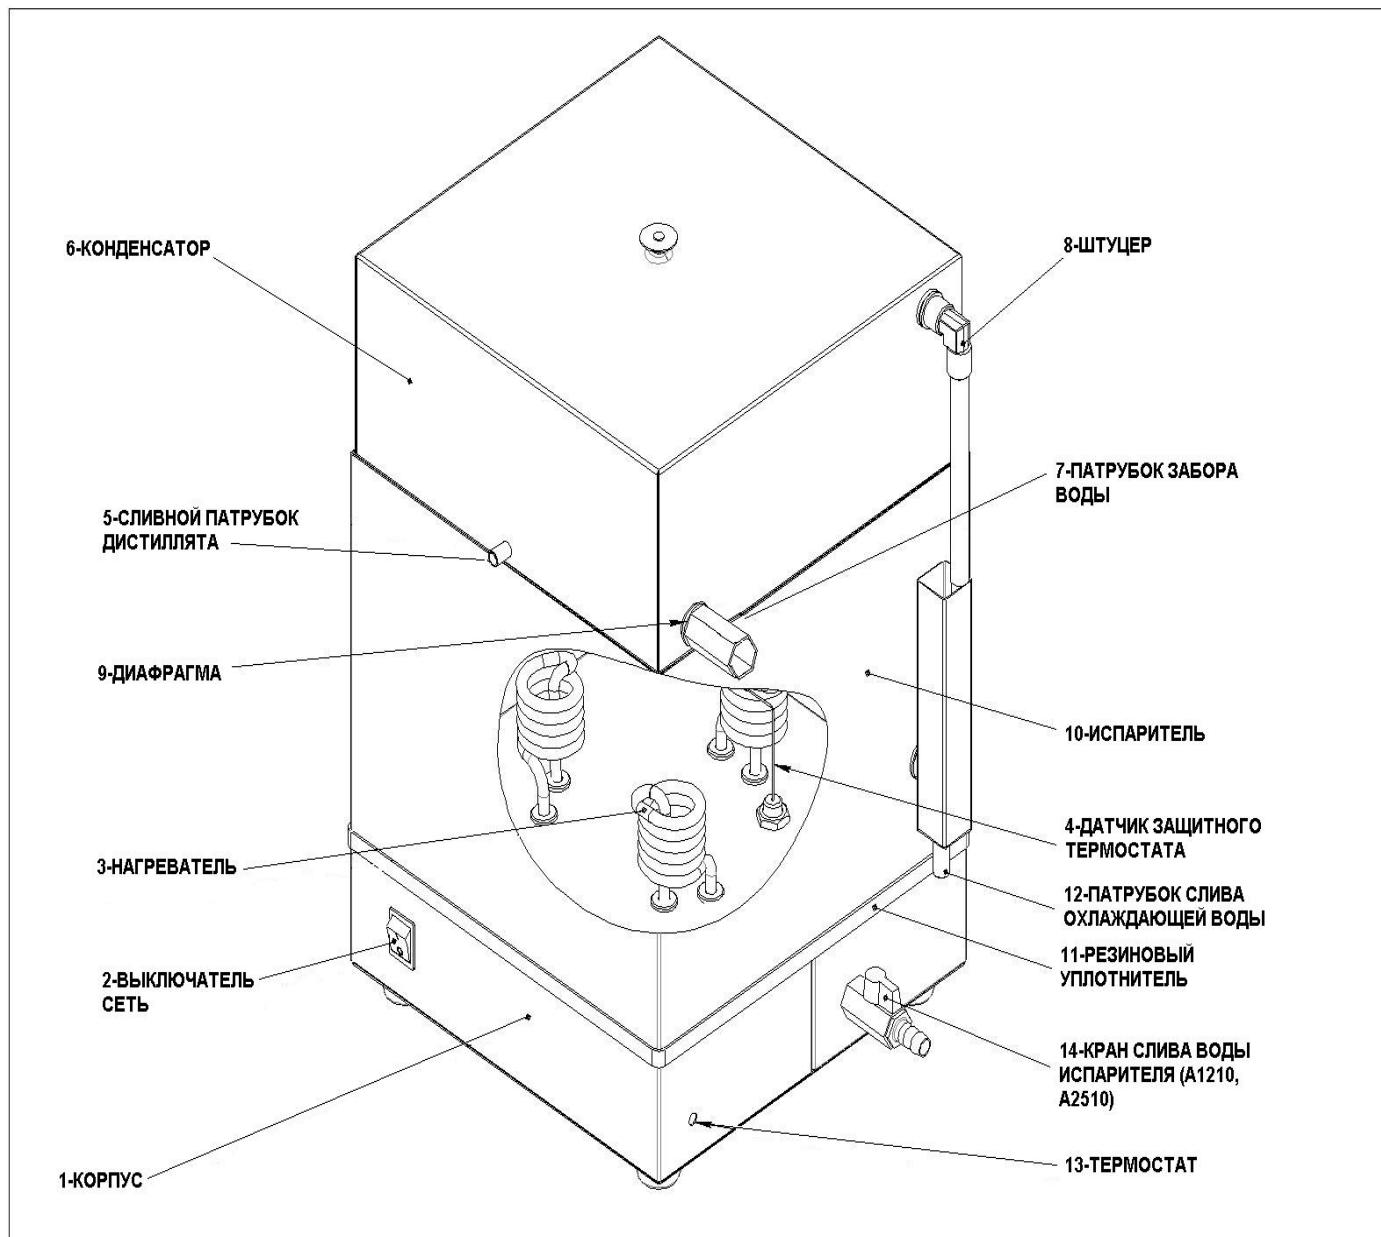

Рисунок 1. Устройство аквадистилляторов электрических Liston A 1204, Liston A 1210, Liston A 1225, где:
4.2.1. Перед включением аквадистиллятора в работу необходимо подключить его к водопроводной сети через Патрубок 7 (Рисунок 1) и дождаться вытекания воды из Патрубка слива охлаждающей воды 12, к которому подключается шланг отвода охлаждающей воды. Регулировка расхода воды осуществляется автоматически с помощью Диафрагмы 9.
тельную ленту к Патрубку 7 (рисунок 1).